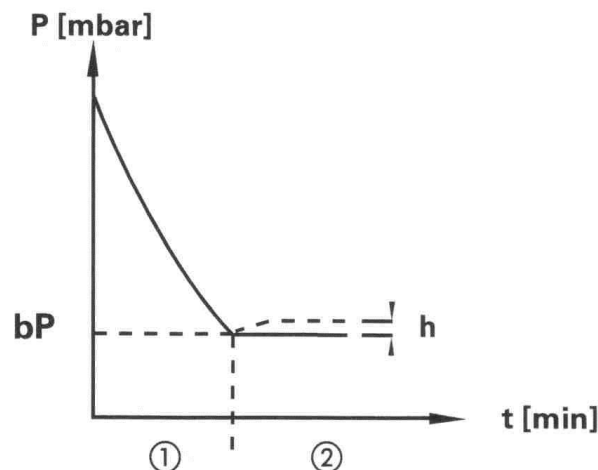

Fig. 4 : Schéma de régulation en mode de fonctionnement automatique : hystérésis
6.4.1 Hystérésis (voir Fig. 4)